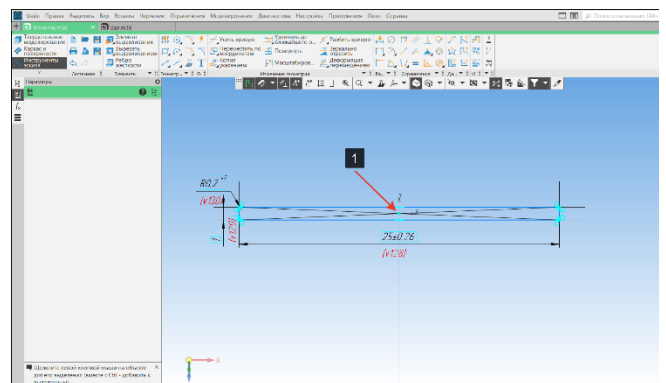

Рисунок 159 – Построение эскиза кайла
- Геометрия эскиза должна соответствовать сечению Ж-Ж. Центр эскиза должен быть привязан к точке-привязки траектории (1) (Рисунок 159);